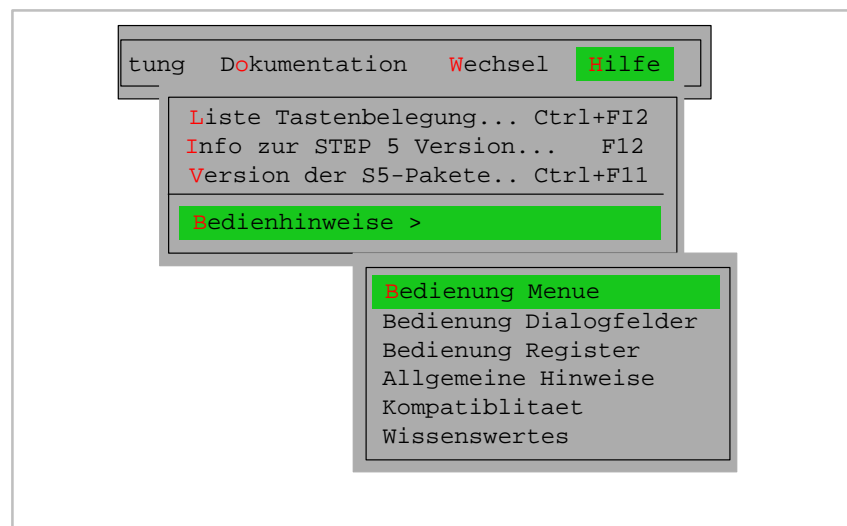

Bild 3-3 Menübefehl Hilfe
- **Hilfethemen:** bietet verschiedene Zugänge zum Anzeigen von Hilfeinformation, siehe Bild 3-3.
- **Hilfe benutzen:** Siehe Bild 3-3 Menübefehl **Hilfe ▶ Bedienhinweise ▶** oder Taste **Hilfe Shift+F8** bietet eine Beschreibung der Möglichkeiten, die Ihnen zur Verfügung stehen, um bestimmte Informationen in der Hilfe zu finden.